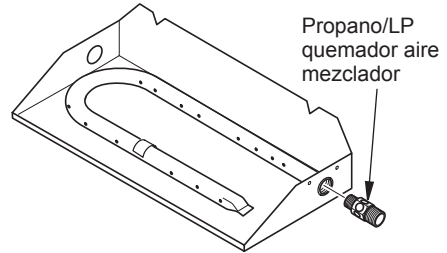

Figura 8
3. El uso de sellador de tuberías en la rosca del extremo más grande del ajuste, atornillar el propano/LP mezclador de aire del quemador a través del agujero y en el colector del quemador como se muestra en la Figura 8. Apriete con una llave.